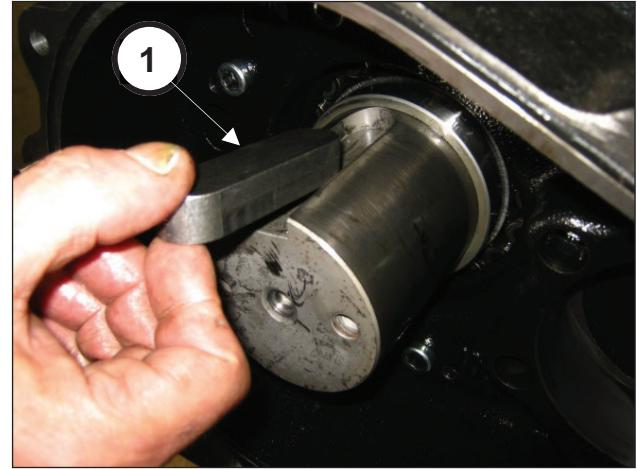

Fig. 74
Appicare la linguetta 22x14x80 nella sede dell'albero (pos. ①, Fig. 74).